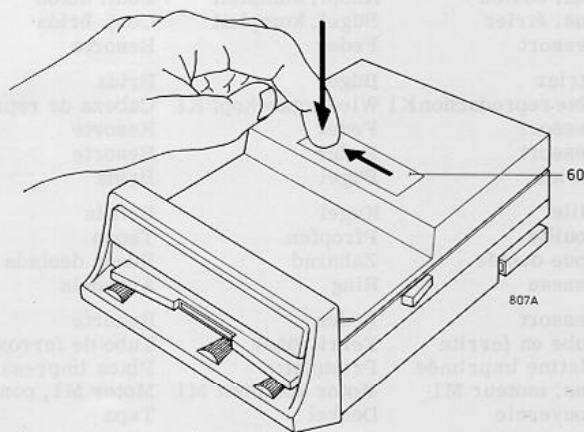

Fig. 2
- Oter le capuchon recouvrant la tête de reproduction (voir fig. 2).
- Entferne die Kappe über dem Kopf (siehe Abb. 2).
- . Retire la caperuza encima de la cabeza (vea la fig. 2).
Palanca del rodillo presor (fig. 2)
- . Remove lid 60 (see Fig. 2).
- . Enlever le couvercle 60 (voir fig. 2).
- . Luikje 60 wegnemen (zie Fig. 2).
- . Entferne Deckel 60 (siehe Abb. 2).